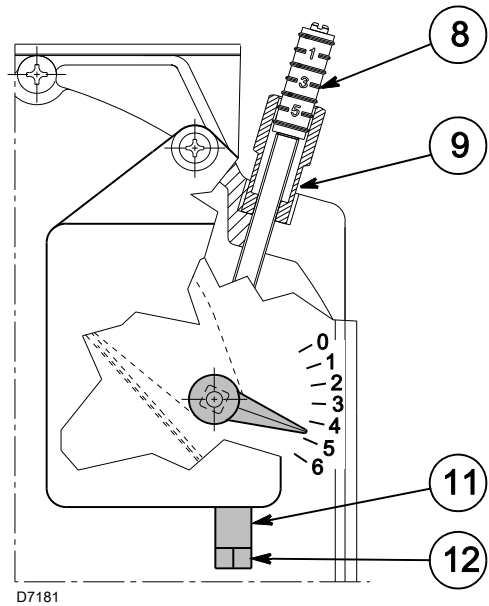

图 15
必须操作螺丝 12) (图 15) 来进行首次启动, 以便使第一级的风门位置指示高于槽口 1 (槽口 1 的出厂校准)。
- ▶ 拧螺母 9) 后并操纵螺钉 8) (图 15) 来调节第二级的空气流量 (见表 T 中所示的二氧化碳值)。
- ▶ 在拧松螺母 11) (图 15) (顺时针) 后, 操纵螺丝 12) 来调节第一级, 参考下表中的二氧化碳值。
- ▶ 在达到最佳调节效果后, 锁紧螺母 11) (图 15) (逆时针)。在燃烧器停止运行时, 风门由于其重力作用, 自动关闭, 直至烟囱内达到最大负压 0.5 毫巴。